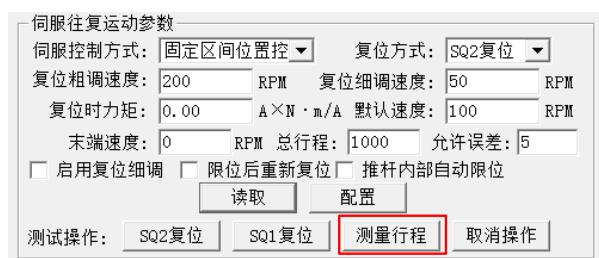

图 5.129 行程测量操作
- 7) 向往复运动测试寄存器 (0x00cf) 写 0x04 进行行程测量操作，如图 5.129 所示。在学习时，工作指示灯和故障指标灯将交替闪烁；电机拖动的装置首先会向起点 (SQ2) 方向移动，当起点限位触发后，驱动器便确定了行程起点位置，此时驱动器将“嘀”的一声短鸣；接着电机拖动的装置将会向终点 (SQ1) 方向移动，当终点限位触发后，驱动器便确定了行程终点位置，此时驱动器将再次“嘀”的一声短鸣。行程数值将自动写入 0x00c2-0x00c3 寄存器（行程控制相关的其它寄存器见小节），电机将停止转动，行程学习完成。